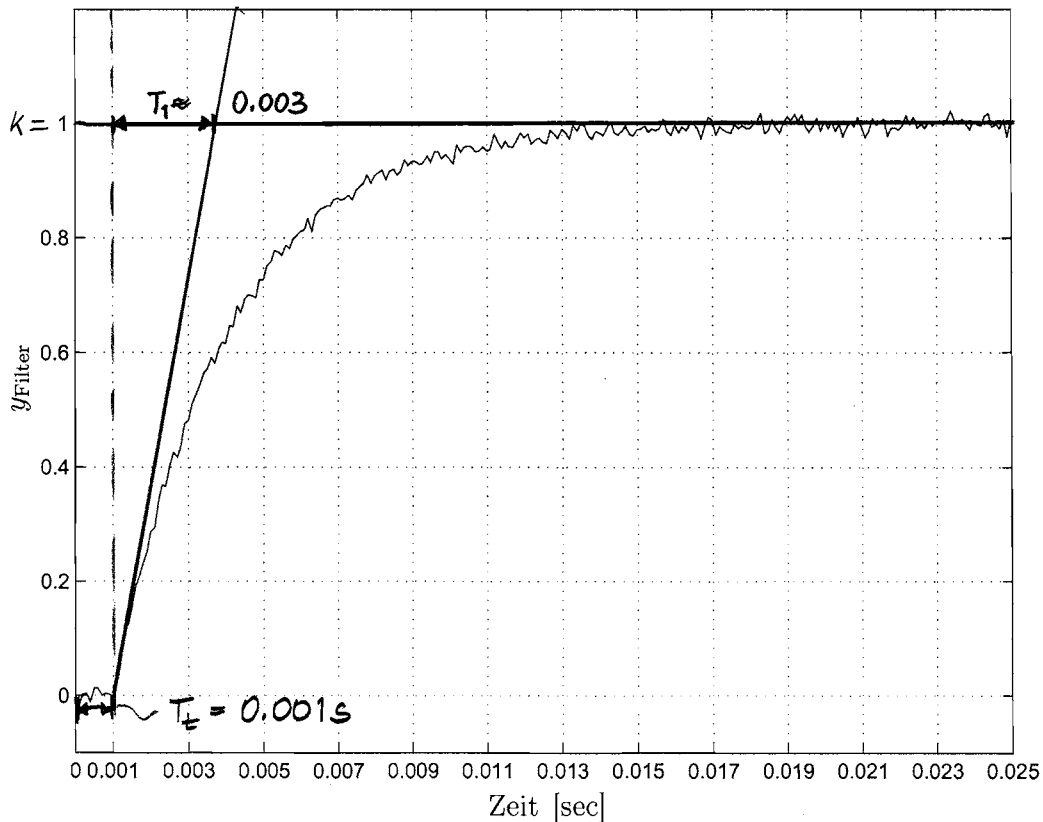

Abbildung 2.3: Experimentell bestimmte Übergangsfunktion des Filters
Für die Signalaufbereitung kann optional ein Filter (Element ④) zugeschaltet werden (Schalterstellung S_1). Die Übergangsfunktion des Filters wurde gemessen und ist in Abb. 2.3 dargestellt.